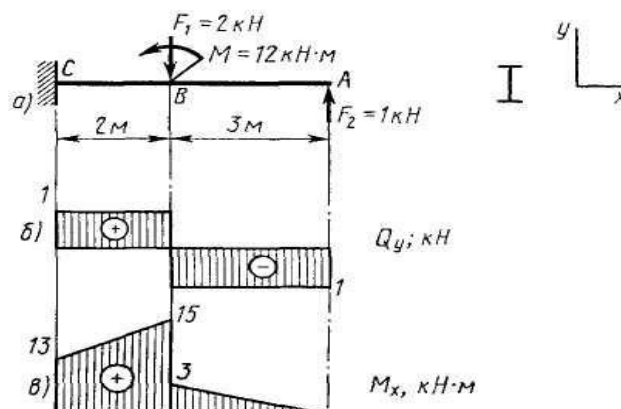

Рис. 1
Решение. 1. Делим балку на участки по характерным сечениям  $A, B, C$  (рис. 1, а).
2. Определяем значения поперечной силы  $Q_y$  в характерных сечениях и строим эпюру (рис. 1, б):
3. Определяем значения изгибающего момента  $M_x$  в характерных сечениях и строим эпюру (рис. 1, в):
4. Исходя из эпюры  $M_x$  (рис. 1, в)